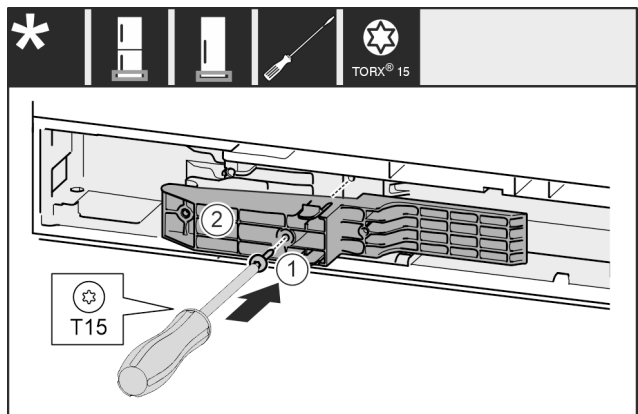

Fig. 47*
- ▶ Adapterstuk *Fig. 47 (1)* aan de greepzijde in de uitsparing plaatsen.*
- ▶ Schroef *Fig. 47 (2)* met een schroevendraaier vastschroeven.*